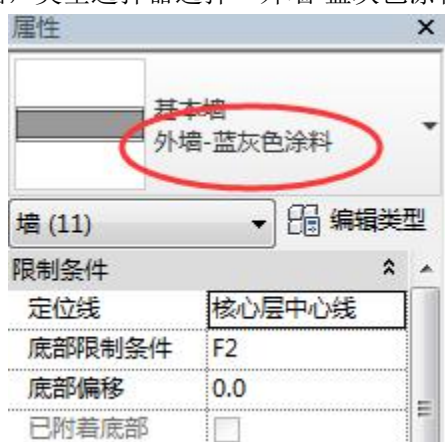

图 7-3 更改二层外墙属性
- 选择二楼所有外墙，类型选择器选择“外墙-蓝灰色涂料”（图 7-3）。